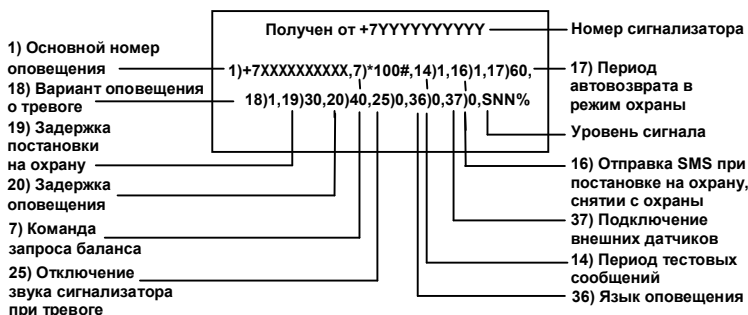

Рис.8 Пример SMS с настройками
Сигнализатор отправляет на номер 1-го телефона оповещения («1sms», см. табл.4) SMS сообщения о постановке на охрану, снятии с охраны (рис.5а и 5б), и на номера «1sms» ... «6sms» сообщения о тревоге (рис.5в). На номер «1sms» так же приходят сообщения с настройками (п.2.4, рис.8) и тестовые сообщения содержащие баланс.
Если в «Дежурном» режиме будет зарегистрировано **нарушение**, то после окончания времени задержки оповещения (40 секунд по-умолчанию, см. таблицу 4, ячейка №20) сигнализатор разошлет SMS с текстом «Тревога» (см. рис.8) и/или начнет дозвон на указанные номера, в зависимости от заданного параметра оповещения (см. таблицу 4, ячейка №18).
4. По окончании одной минуты после последнего звонка, сигнализатор на основной номер отправит SMS с настройками (рис. 8) и перейдет в режим «Снят с охраны».